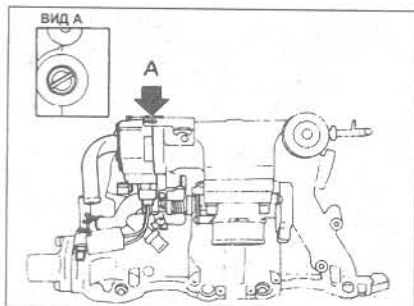

Рис. 3.44 Расположение регулировочного винта частоты холостого хода (Глава 41)
- 9 Проверьте частоту холостого хода. При необходимости, отрегулируйте винтом частоты холостого хода, расположенным на задней стороне IAA блока (Рис. 3.44).